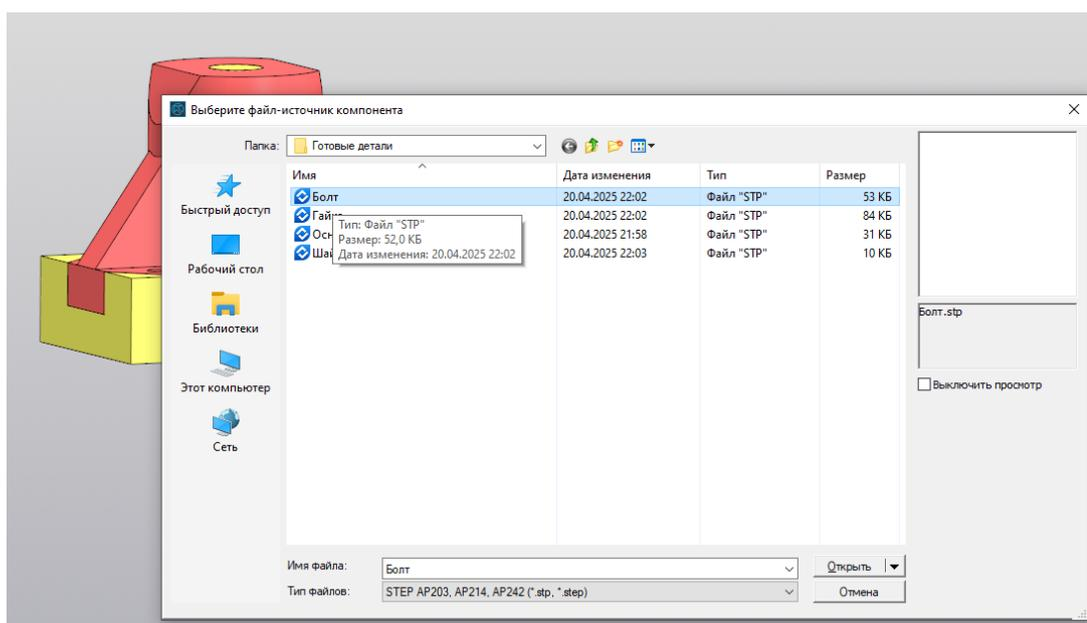

Рис. 58
10. Далее добавляем следующий компонент *Болт* (рис. 58).